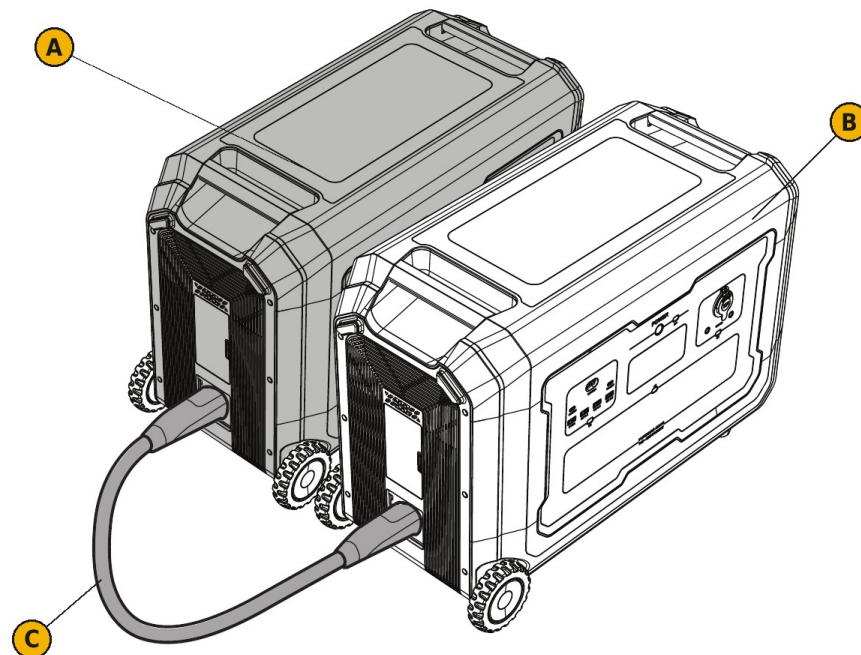

FIG. 4 — Batterie (A) raccordée à la station (B) au moyen du câble de batterie (C)
- 2) Branchez une extrémité du câble de batterie sur le port de raccordement de la batterie et l'autre extrémité sur le port de batterie additionnelle de la station, jusqu'à ce que les deux connecteurs soient complètement enfoncés (FIG. 4).